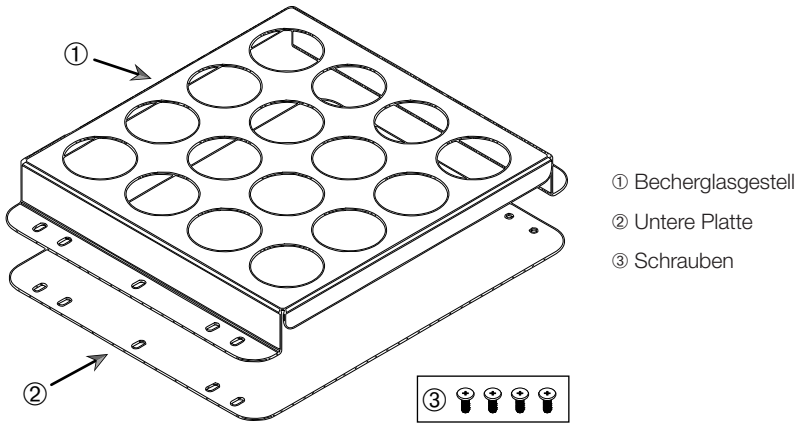

Abbildung 94: Baugruppe des Becherglasgestells
Abbildung 94 zeigt die ④ Scheidetrichterhalter-Baugruppe ⑥ mit entsprechendem Zubehör für Vertikalständer nebeneinander.